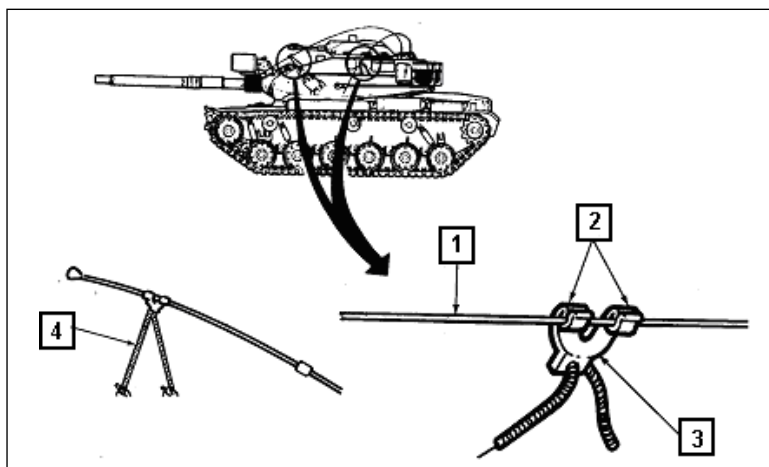

Fig 8-50. Estaiamento da antena
g. Estaiamento da antena (Fig 8-50)
(1) Colocar a antena(1) na ranhura(2) do grampo de estaiamento (3).
(2) Amarrar as extremidades do tirante(estai)(4) nos locais apropriados no CC, usando o método do triângulo.